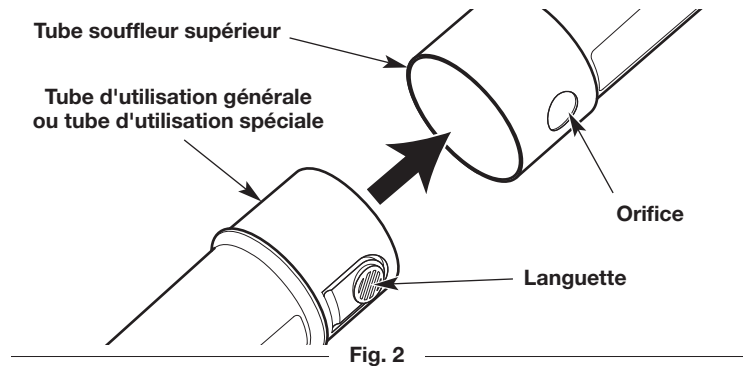

Fig. 2
2. Alignez l'onglet sur le tube d'utilisation générale ou d'utilisation spéciale avec l'ouverture sur le tube du souffleur supérieur (Fig.2).
3. Insérez le tube d'utilisation générale ou d'utilisation spéciale dans le tube de souffleur supérieur jusqu'à ce que l'onglet s'enclenche dans l'ouverture (Fig. 2).
2. Enfoncez fermement l'onglet du tube d'utilisation générale ou du tube d'utilisation spéciale et sortez le tube d'utilisation générale ou d'utilisation spéciale du tube du souffleur supérieur (Fig. 2).